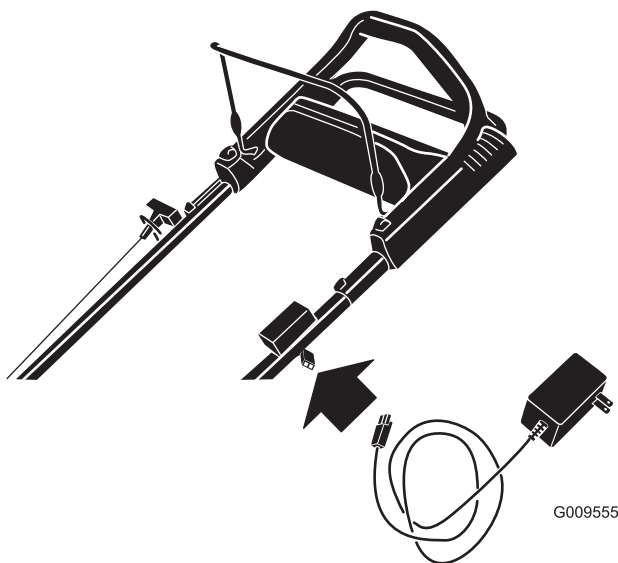

Figure 25
1. Branchez le chargeur au faisceau de câblage de la machine situé sous la clé de contact (Figure 25).